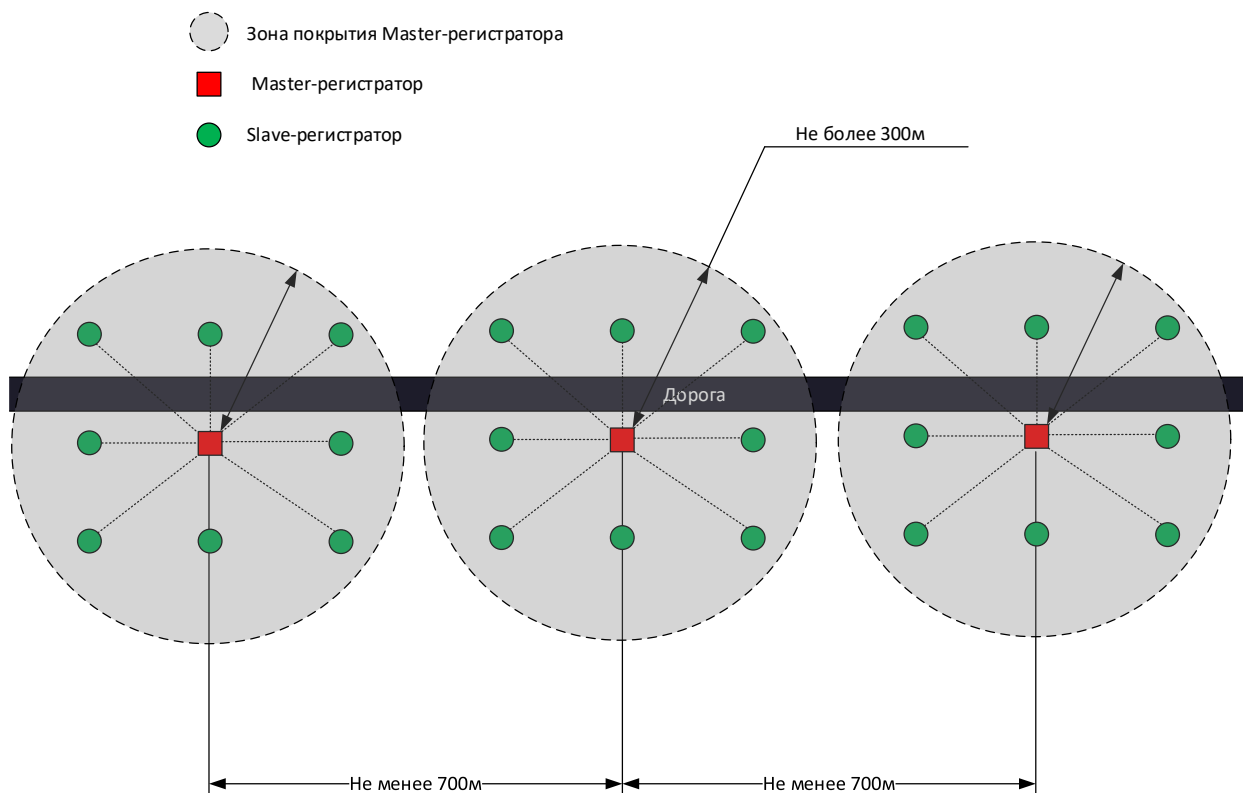

Рис. 1- Топология сети передачи данных вдоль дороги
3.1 Благодаря тому, что регистраторы обмениваются данными между собой возможно построение сложных топологий сети сбора и передачи данных. Пример топологии представлен на рис.1.